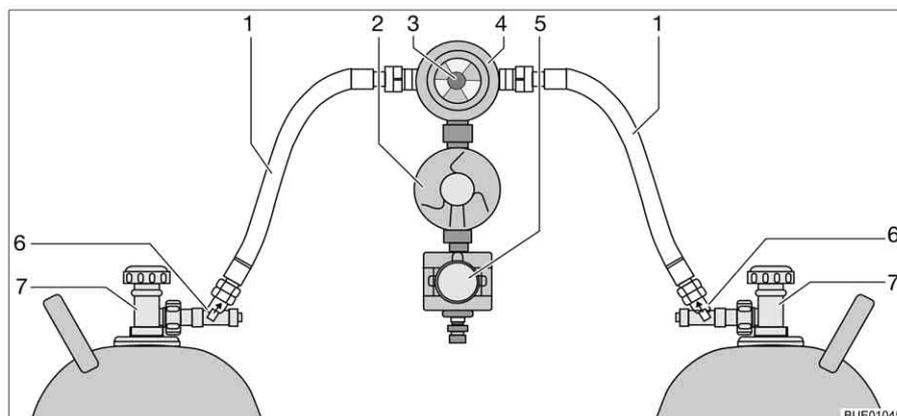

Fig. 145 Dispositif de commutation Crash Protection Unit
La Crash Protection Unit se compose de deux limiteurs de débit à verrouillage manuel (Fig. 145,6), d'une valve de commutation (Fig. 145,4) avec régulateur de pression (Fig. 145,2), d'une électrovanne (Fig. 145,5) et d'une unité de commande à DEL de trois couleurs. La valve de commutation est montée entre les deux lyres (Fig. 145,1).
Un bouton rotatif (Fig. 145,3), situé sur la valve de commutation, permet de définir laquelle des bouteilles de gaz est celle de service et laquelle est celle de réserve.
Seules les fonctions électriques peuvent être activées sur l'unité de commande (Fig. 146). Les robinets principaux des bouteilles de gaz (Fig. 145,7) et les dispositifs de déverrouillage (Fig. 145,6) doivent être ouverts manuellement.
- Ouvrir les robinets principaux des bouteilles de gaz (Fig. 145,7).
- Appuyer sur les dispositifs de déverrouillage (Fig. 145,6) l'un après l'autre pendant 10 secondes.
- Choisir la bouteille de gaz avec le bouton rotatif (Fig. 145,3) de la valve de commutation (Fig. 145,4) à partir de laquelle le gaz sera utilisé principalement (bouteille de service).
- Fermer les robinets principaux des bouteilles de gaz (Fig. 145,7).